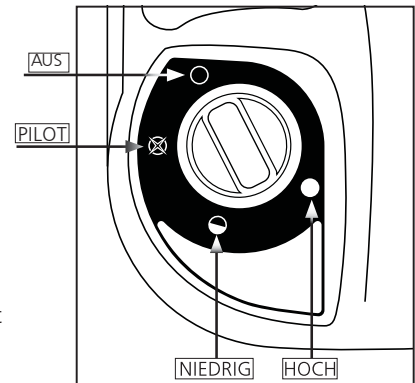
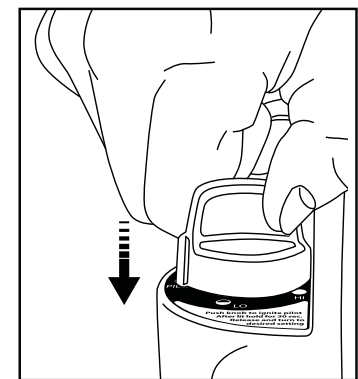

Abbildung 1: Control Knob
Abbildung 3: Zündung
- Vergewissern Sie sich, dass der  Bedienungsknopf in der „AUS“-Position ist: siehe Abbildung 1.
- Den Schalter entgegen dem Uhrzeigersinn auf die „PILOT“-Position drehen und zum Anzünden herunterdrücken; siehe Abbildung 1 und Abbildung 3.
- Nachdem die Brennstoffe hell orange ist, die Heizleistung mit dem Kontrollschalter auf die gewünschte Position („NIEDRIG“ oder „HOCH“ einstellen). Abbildung 1.
Während Gebrauch, in regelmäßigen Abständen eine Sichtprüfung der Pilotflamme und des Brenners vornehmen. Die Pilotflamme muss blau (nicht gelb) sein und bis zum Thermoelement hin reichen. Die Flamme umzingelt das Thermoelement direkt unter der Spitze, siehe Abbildung 3.